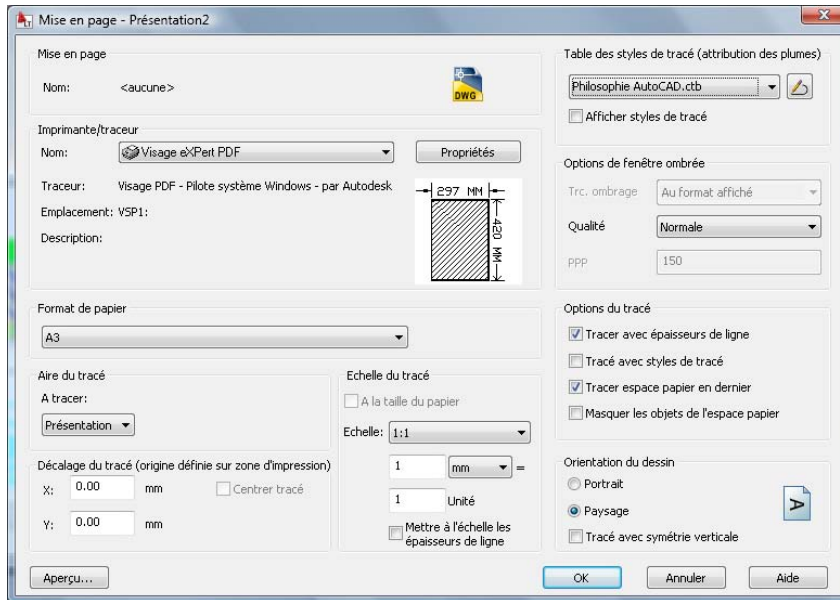

Figure 6.54
13. Après avoir enregistré et fermé l'éditeur de la table des styles de tracé, on voit que le fichier Philosophie AutoCAD.ctb est visible depuis la boîte de dialogue Mise en page de la Présentation 2 (voir Figure 6.54). Cliquons sur OK pour terminer complètement l'opération et enregistrer les changements apportés à la Présentation 2.